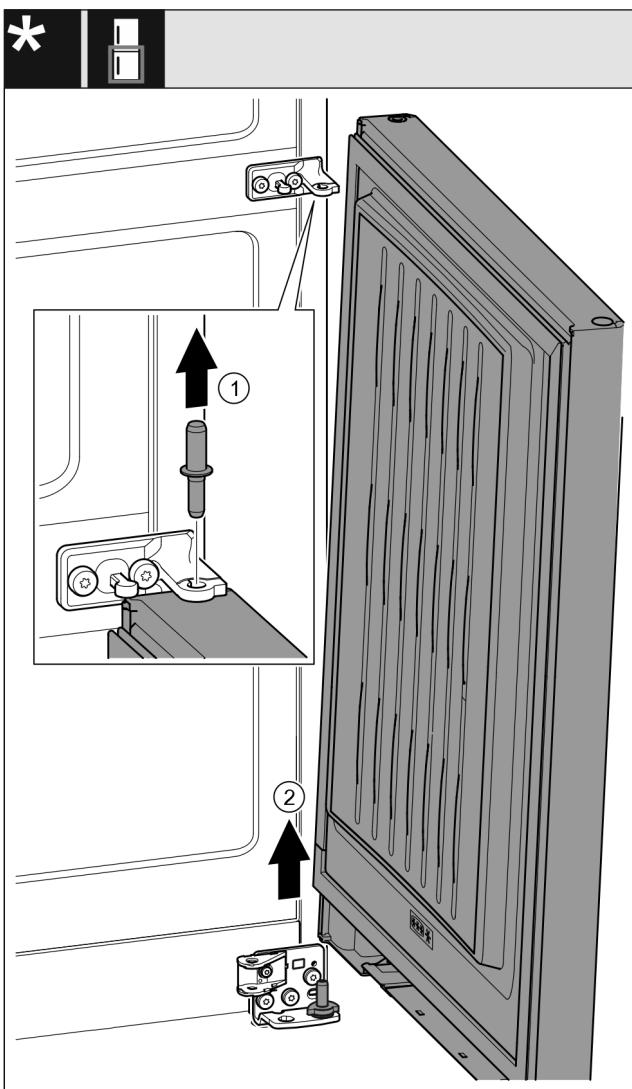

Fig. 23 \*
- Izvucite svornjake prema gore. Fig. 23 (1)\*
- Zakrenite vrata prema van, povucite ih prema gore i stavite ih na stranu. Fig. 23 (2)\*